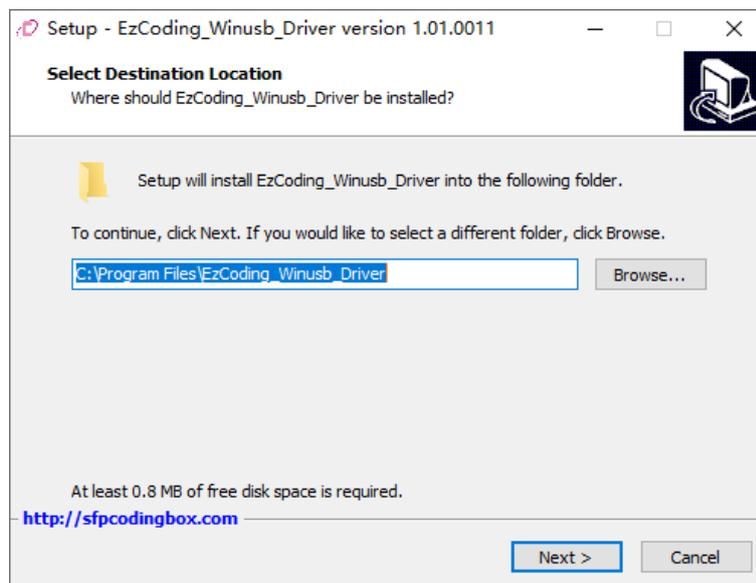

图 1 驱动安装步骤 1
- (3) 当前选择的配置文件基本信息包含配置文件名、连续写入字节数、专业模块与普通模式切换，模块插入时自动读取模块数据。
- (4) 配置数据表对 ezc 文件的保存与打开属性。
- (5) 配置图 1 界面中的 read all 与 write 按钮对数据表的属性，A0Low 与 A2Low 建议不勾选。
- (6) 设置当前配置的所有数据表属性一致。